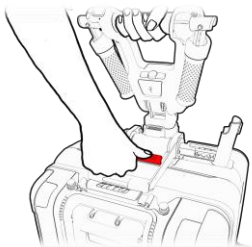

Figura 51
3. Sostenga el manillar con una mano y presione el botón de liberación central con la otra mano hasta que sienta un clic (vea la Figura 51).